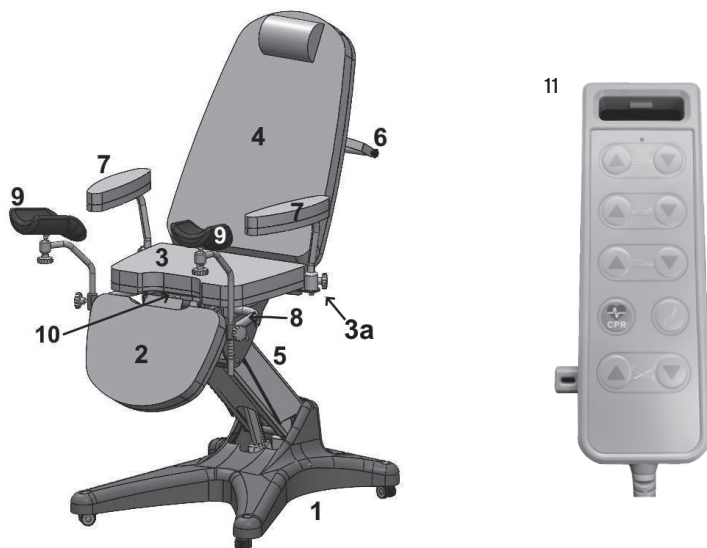

Fig.2
- Per il modello PM120: inserire i reggiscosce (rif.9 in fig.2) nell'apposita boccola di supporto (rif.8 in fig.2) andando a regolare l'altezza tramite l'apposito volantino